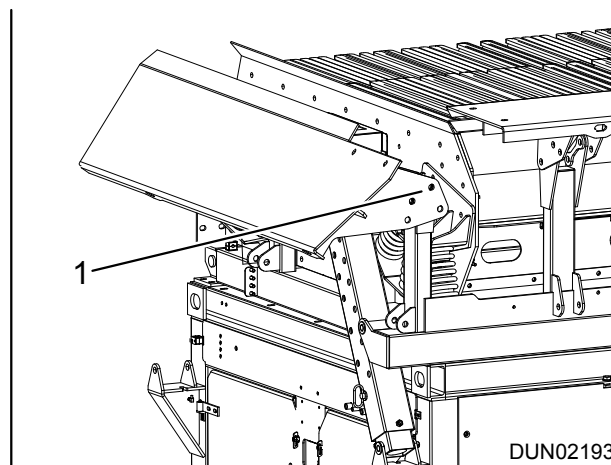

Figure 6.5 - Zijklep in de transportpositie
2. Als u de zijkleppen omhoog wilt halen: Verwijder de bouten (item 1) uit weerszijden van de roosterklep, zie afb. 6.5.